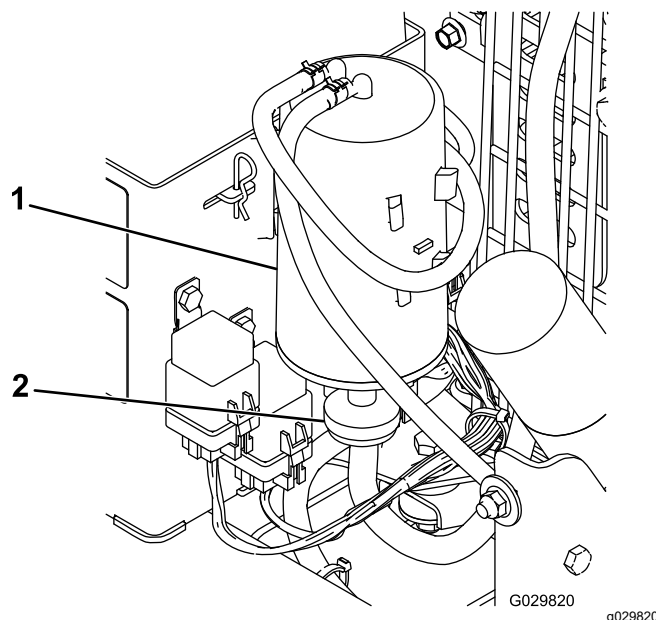

Figura 23
2. Retire y deseche el filtro de aire del cartucho de carbón, pero conserve las mangueras (Figura 23).